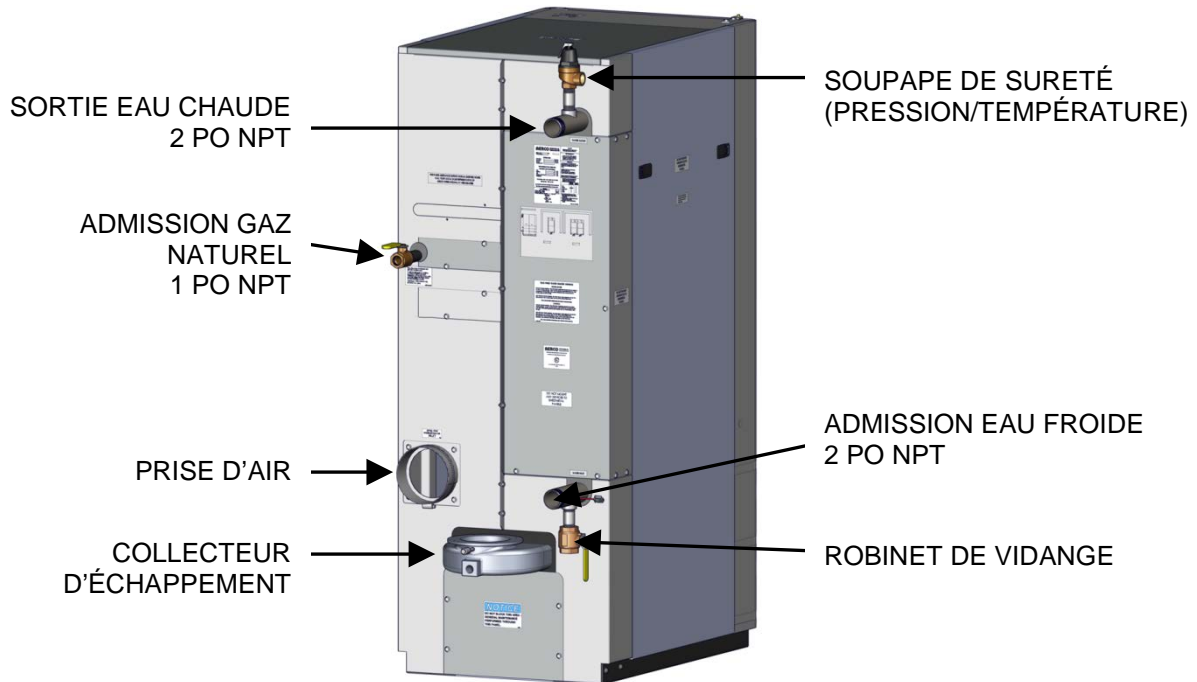

Figure 2-3a. Emplacements de l'admission et de la sortie
Les emplacements des raccords de la tuyauterie de 2 pouces NPT de l'admission de l'eau froide et de la sortie de l'eau chaude sont indiqués à la figure 2-3a. Les débits à travers l'appareil sont limités à 50 gal/min en continu et à 75 gal/min de façon intermittente.
3. S'assurer que la valve soit positionnée pour que le boîtier de l'actionneur se trouve comme l'indique la figure 2-3A.